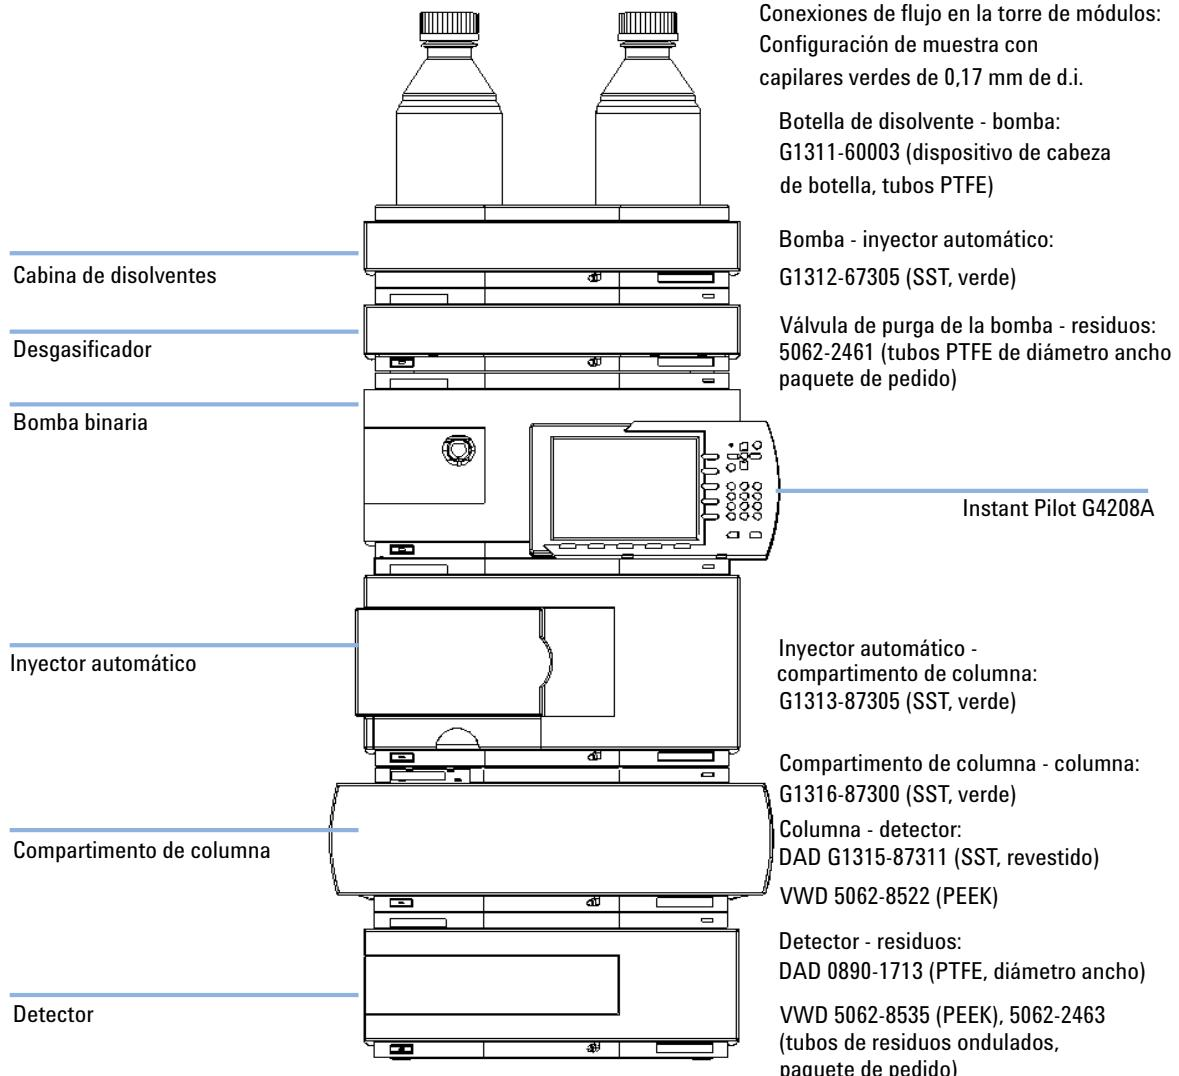

Figura 5 Configuración recomendada de la torre de módulos (vista frontal)
- 1 Coloque los módulos en una torre tal y como se muestra en Figura 5 en la página 30.
- 1** Coloque el desgasificador de vacío en la torre de módulos tal y como se muestra en Figura 5 en la página 30.